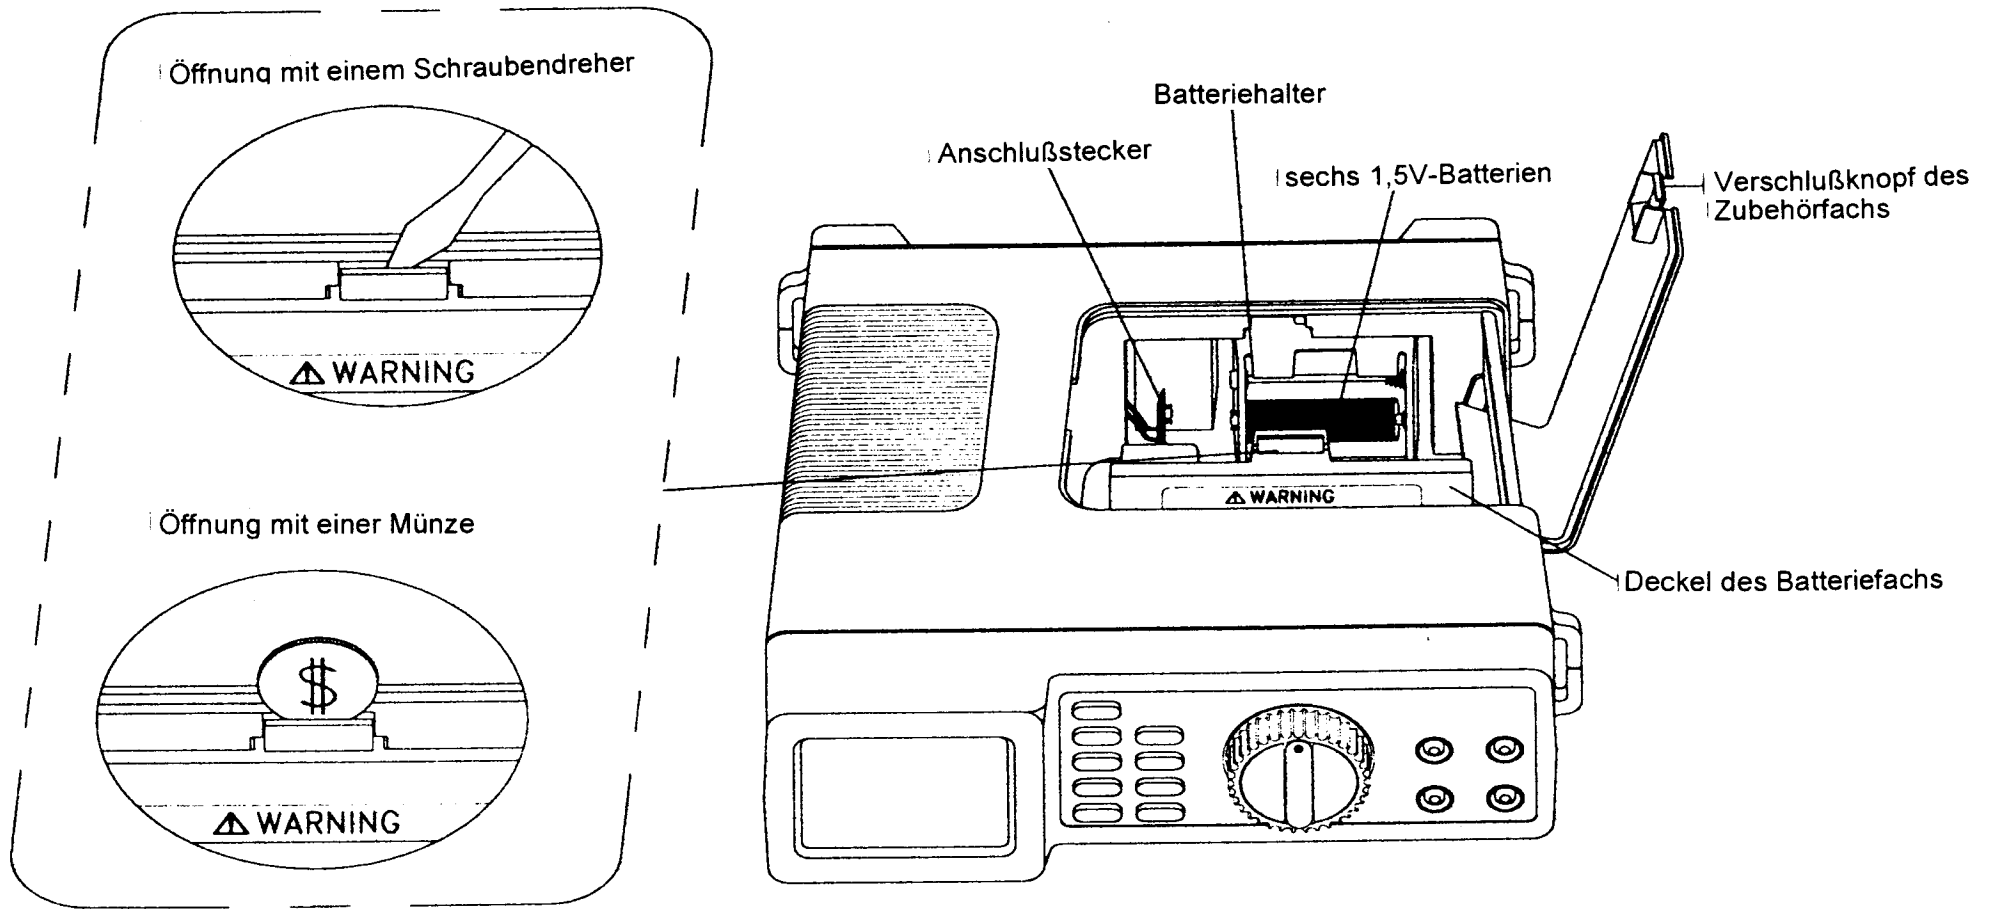

Abbildung 3a Batteriewechsel
- F1: 1A/600V, 10.3 x 35mm, flink (F), 1R, 10kA min.
- F2: 15A/600V, 10.3 x 38mm, flink (F), 1R, 10kA min.
Dieses Meßgerät wird mit 9V Gleichspannung von einem Transformator-Netzteil oder sechs 1,5V-Batterien (AA) versorgt. Beachten Sie Abbildung 3a und die folgenden Anweisungen zum Auswechseln der Batterien.